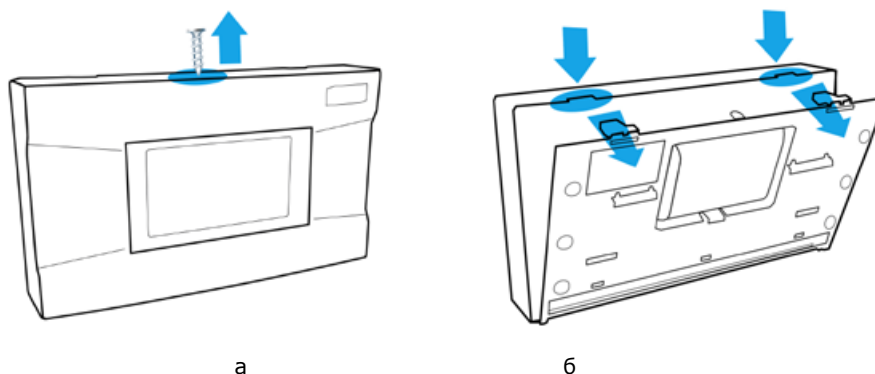

Рис. 5.8. Снятие крышки контроллера
2. Снимите крышку контроллера. Для этого сначала выкрутите винт (рис. 5.8 а), а затем нажмите на защелки и отсоедините крышку от основания (рис. 5.8 б).